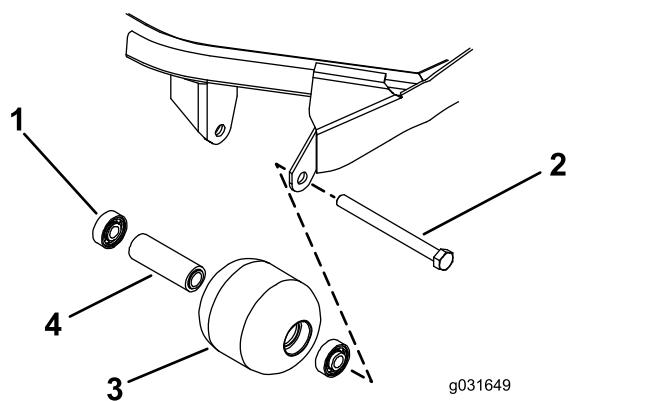

Figura 73
- Retire o parafuso de montagem do rolo (Figura 73).
4. Verifique se a estrutura dos rolamentos, os rolamentos e o espaçador de rolamentos estão danificados (Figura 73).
1. Empurre só a calha externa ou, então, exerça o mesmo tipo de pressão nas calhas interna e externa, e empurre o primeiro rolamento para a estrutura do rolamento (Figura 73).
2. Coloque o espaçador (Figura 73)
3. Empurre só a calha externa ou, então, exerça o mesmo tipo de pressão nas calhas interna e externa, e empurre o segundo rolamento para a estrutura do rolamento até entrar em contacto com o espaçador (Figura 73).